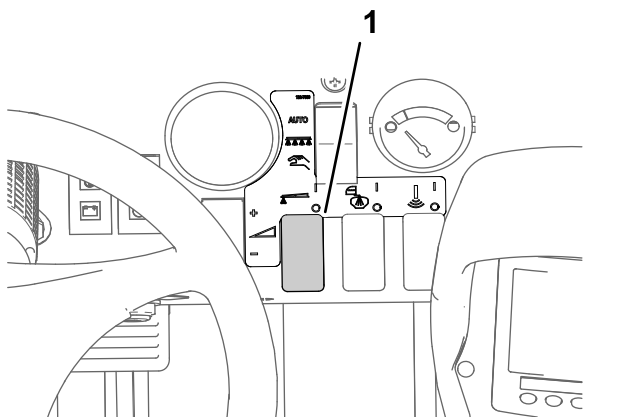

图 43
8. 使用喷洒率开关以获得随打药机提供的喷嘴选择指南里指定的喷洒压力图 43。